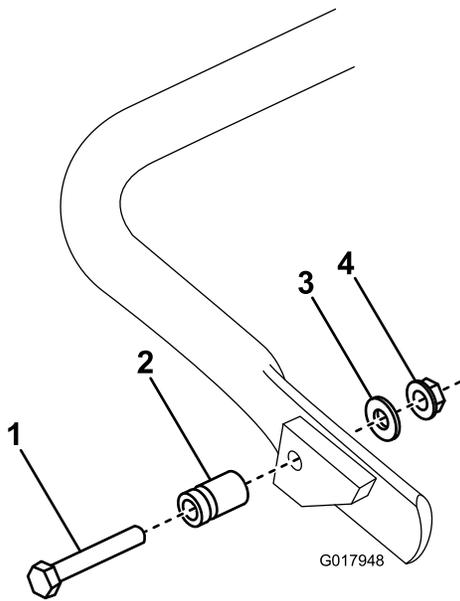

Figure 5
1. **Sur la GR1600 uniquement,** fixez le goujon de ressort sur le côté droit de la béquille (Figure 5) au moyen du boulon, de la rondelle et de l'écrou à embase fournis.